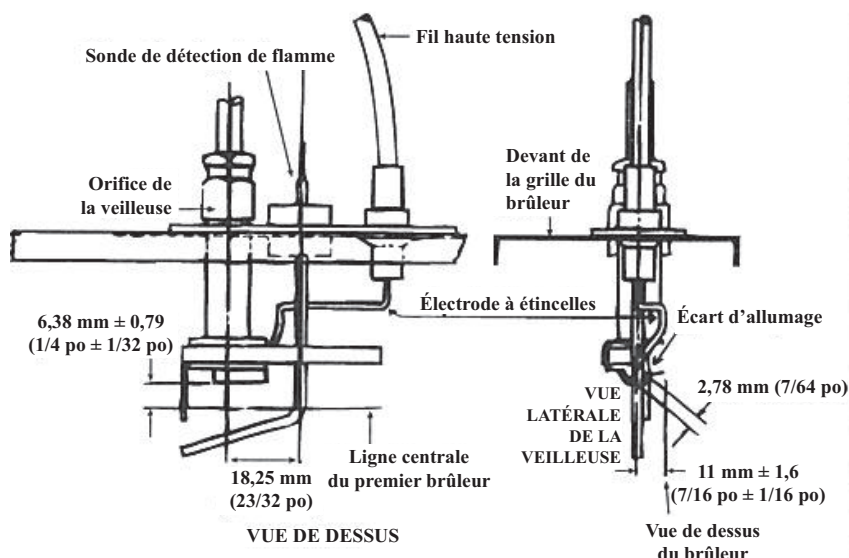

Figure 21. Ensemble de la veilleuse
3. L'écart d'étincelle de la veilleuse doit être d'environ 7/64 po (voir Figure 21).